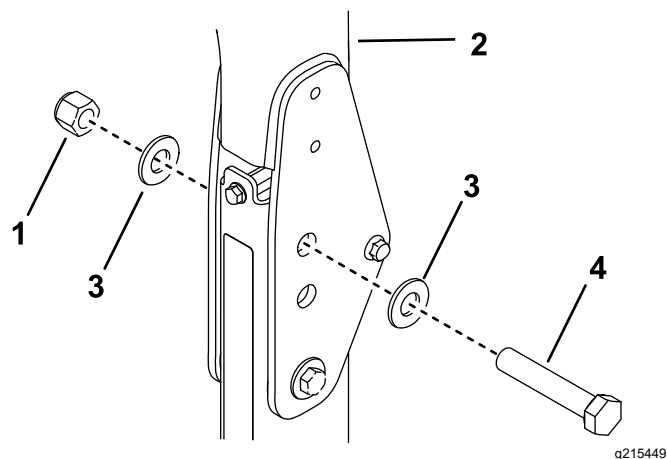

Bild 37
2. Legen Sie eine Scheibe (13/16" x 1 1/2") auf jede Schraube (3/4" x 4"), wie in Bild 37 abgebildet.
3. Setzen Sie die Schrauben und Scheiben in die Löcher ein, aus denen Sie die Stifte entfernt haben (Bild 37).
4. Legen Sie eine weitere Scheibe auf jede Schraube und befestigen sie mit der Mutter (3/4"), wie in Bild 37 abgebildet.